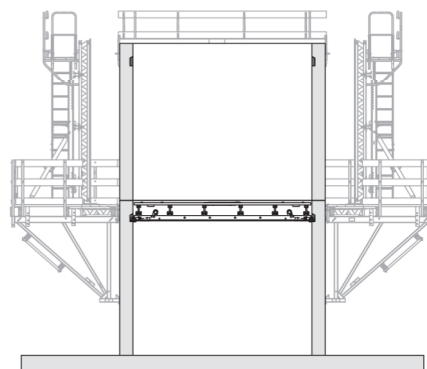

Fig. A4.03
3. Arretrare la cassaforma esterna. (Fig. A4.03)
2. Sollevare la piattaforma esterna fino alla successiva sezione di getto. (Fig. A4.03)